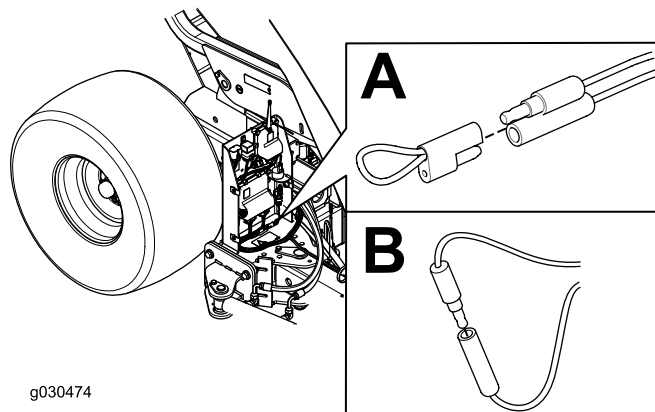

Figura 40
4. Retire el tapón de los 2 conectores de derivación diagnósticos (Figura 40, A).
5. Conecte entre sí los conectores de derivación diagnósticos (Figura 40, B).